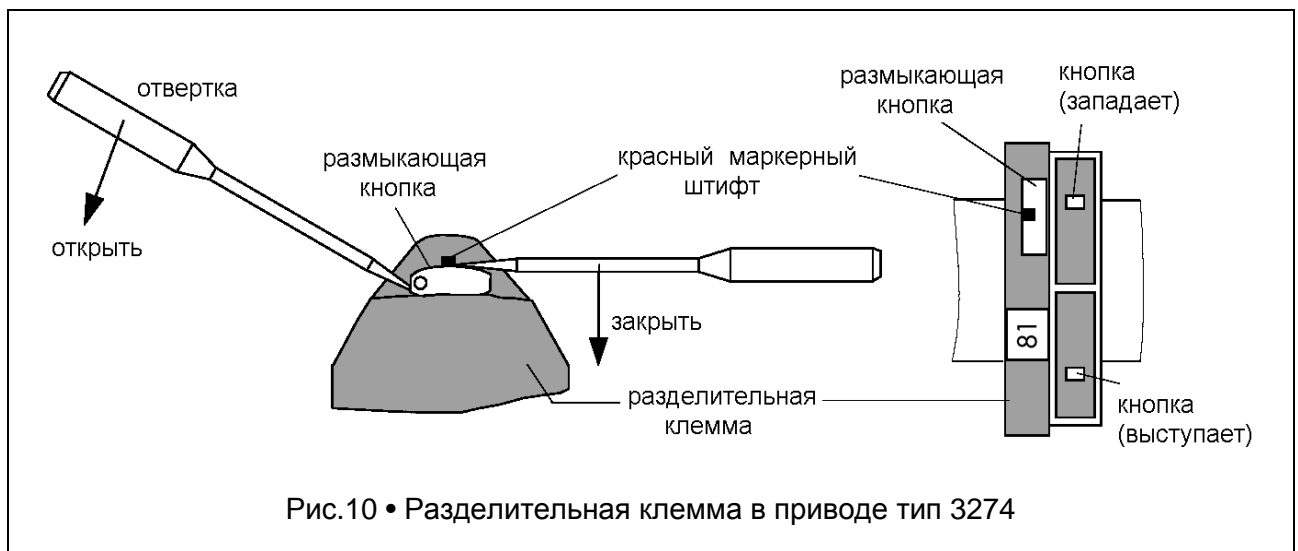

Рис.10 • Разделительная клемма в приводе тип 3274
**Важно!** Если необходимо отменить приоритет сигнала управления, например, при наладке оборудования, и удерживать регулятор в некотором определенном положении, то надо поднять **размыкающую клемму 81** (рис.10).